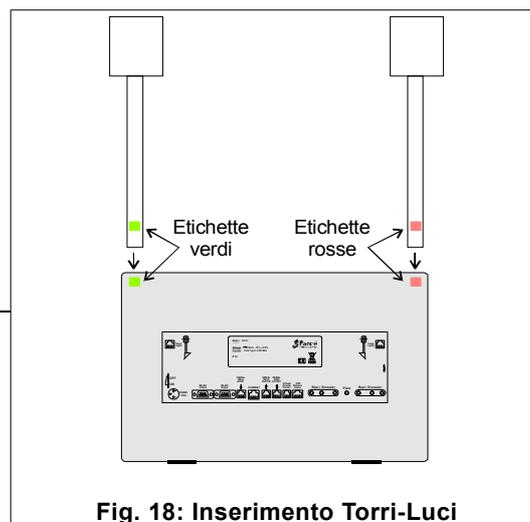

Fig. 18: Inserimento Torri-Luci
- Identificare il colore delle due Torri-Luci (rosso e verde), contrassegnato dall'etichetta situata sulla parte bassa dell'asta di supporto di ciascuna torre. Vedere Fig. 18.